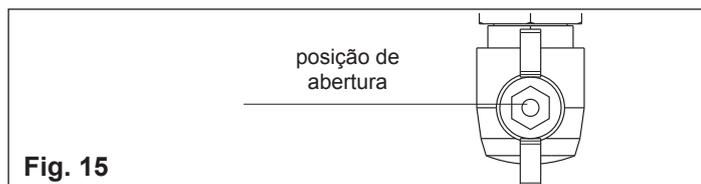

Fig. 15
- abrir a torneira, virando o manípulo no sentido dos ponteiros do relógio para consentir o fluxo do combustível (fig. 15)